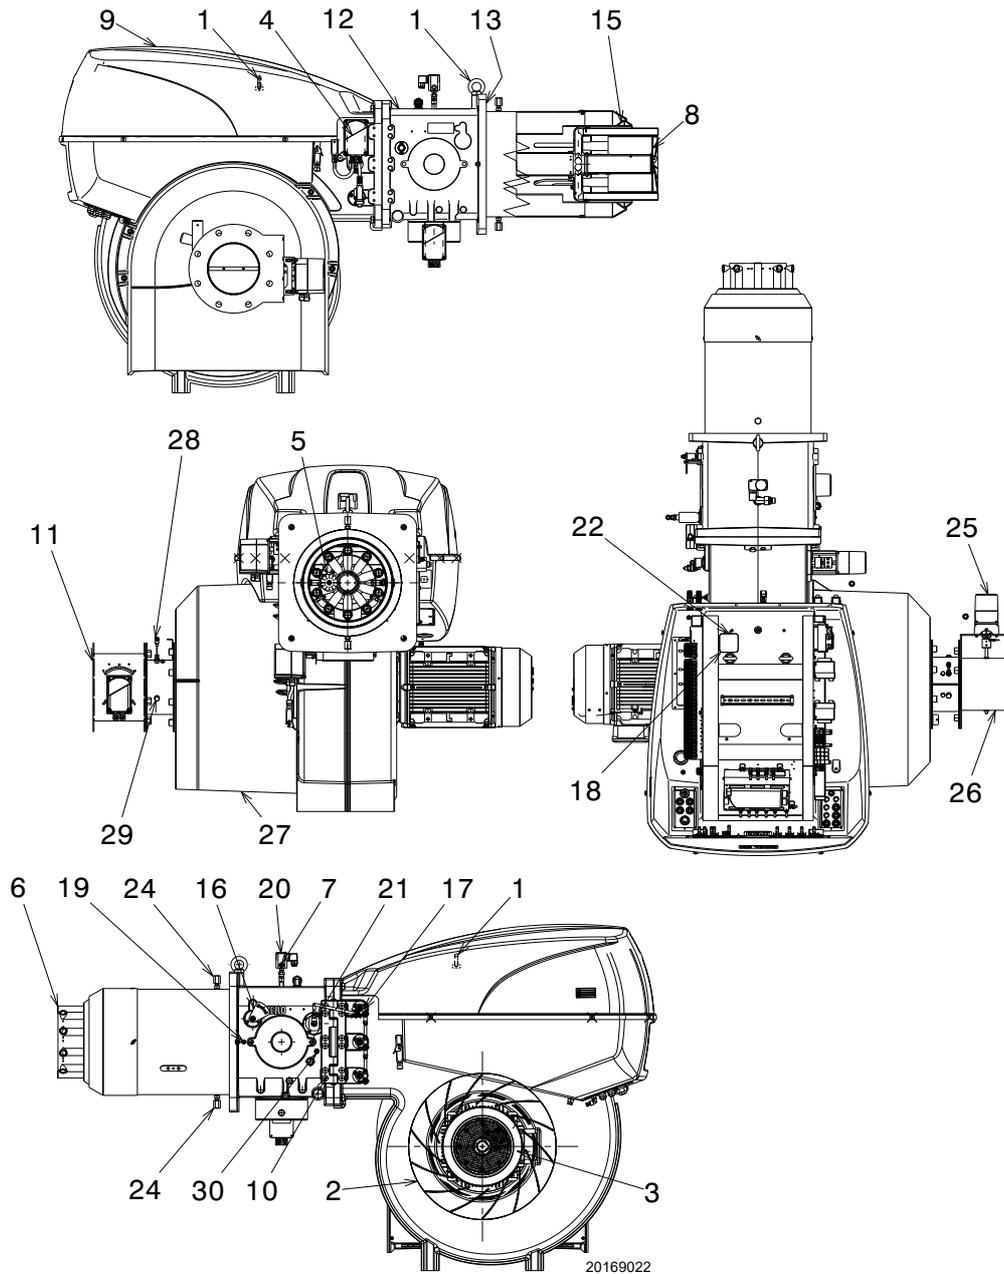

Fig. 4
- (1) Referenzbedingungen: Raumtemperatur 20 °C - Gastemperatur 15 °C - Barometrischer Druck 1013 mbar - Höhe 0 m ü.d.M.
(2) Druck am Anschluss 5)(Fig. 4 auf Seite 11) bei Druck Null in Brennkammer und bei Höchstleistung des Brenners.
(3) Schalldruck gemessen im Verbrennungslabor des Herstellers bei laufendem Brenner am Prüfkessel, bei Höchstleistung. Die Schalleistung wird mit der von der Norm EN 15036 vorgesehenen "Free Field" Methode und mit einer Messgenauigkeit "Accuracy: Category 3", wie von der Norm EN ISO 3746 vorgesehen, gemessen.
(4) Der Brenner wird werkseitig für den Betrieb FS1 (1 Abschaltung alle 24 Stunden) eingestellt; Er kann auf den Betrieb FS2 (Dauerbetrieb - 1 Halt alle 72 Stunden) umgerüstet werden, indem die Parameter mit dem Menü des Displays AZL geändert werden.